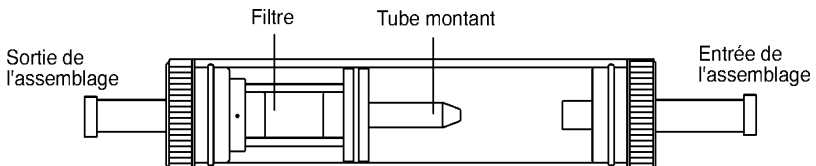

Figure 6-3 Assemblage siphon / filtre
1. Enlevez le bouchon du bout de l'entrée de l'assemblage siphon / filtre (Figure 6-3).
1. Enlevez le bouchon du bout de la sortie de l'assemblage siphon / filtre (Figure 6-3).